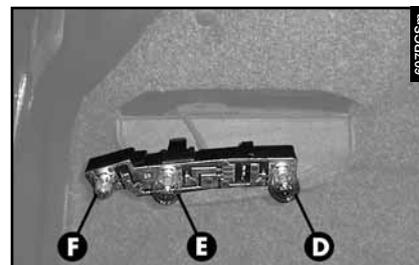

fig. 58
– Enlever et remplacer l'ampoule concernée (de type sphérique à baïonnette) en la poussant légèrement et en la tournant dans sens contraire des aiguilles (**fig. 58**):